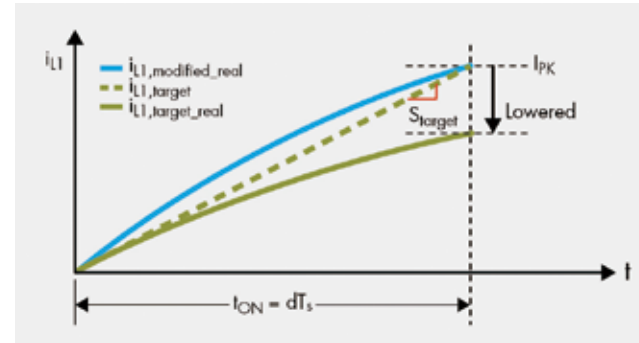

图7: 考虑ESR和Rds(on)的耦合电感器的电流波形
时间而下降，从而使开关电流的斜率越来越小，如图 7 中所示。
用等式 (13) 计算得出的电感 L_1 ，预期会使峰值开关电流在 t_{ON} 期间达到 I_{PK} ，如图 7 中的虚线所示。峰值开关电流 I_{PK} 从等式 (12) 获得，它在 t_{OFF} 期间允许提供指定的负载电流。但是，由于 ESR 和 $R_{ds(on)}$ 的关系，电感器电流的斜率会随着电感器电流的增大而变小，从而使电感器的实际峰值电流低于原始目标 I_{PK} ，如图 7 中的蓝色实线所示。流经 ESR、 r_l 和 $R_{ds(on)}$ 的电感器电流的实际轨迹可由下列等式表示：
因此，要生成图 7 中的红色实线曲线，电感按下列等式计算：